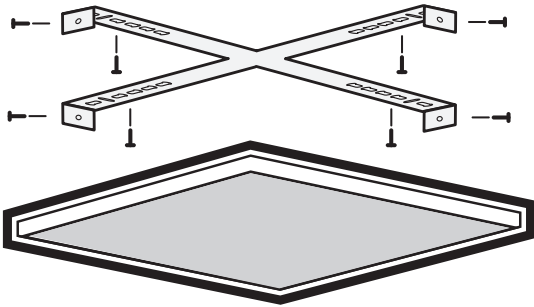

Рис. 1 Схема накладного монтажа светильника PPL SPEC
- 1.7 Светильник предназначен для монтажа на любые ровные поверхности накладным способом (см. рис. 1).